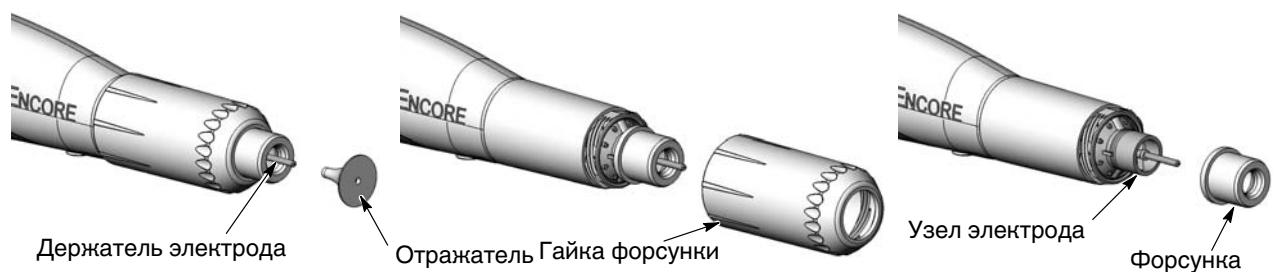

Рис. 4-7 Замена конических форсунок
2. См. рис. 4-7. Осторожно снять отражатель с держателя электрода. Если заменяется только отражатель, поставить новый отражатель на держатель электрода, соблюдая осторожность, чтобы не погнуть провод электрода.